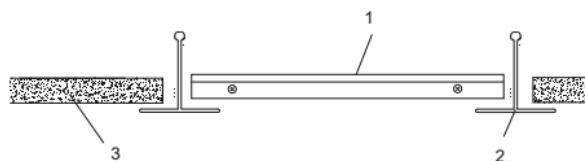

Рисунок 3
**4.2.3 Встраиваемый монтаж производить в подвесные потолки типа «Armstrong» (см. рисунок 3). Светильник (1) установить на место потолочной плиты 600×600 мм (3) в межпотолочное пространство между направляющими (2) потолка «Armstrong», как показано на рисунке 3.**